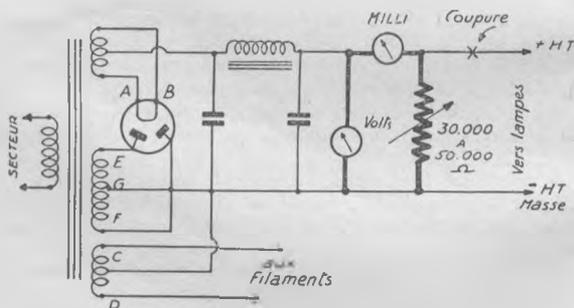

Fig. 6. — Mesures de l'alimentation.
b) L'étape suivante est l'essai des tensions au secondaire du transfo d'alimentation (fig. 6), mais il faut que le voltmètre le permette. Par exemple,
c) Il est bon de vérifier la source de tension anodique, en branchant un voltmètre, un milliampèremètre et une résistance de charge comme l'indique en traits pleins la figure 6. Les lampes sont allumées, mais le + HT est coupé à l'endroit indiqué, avant d'alimenter les lampes : c'est la résistance variable qui absorbera le courant anodique et per- mettra de faire varier la consommation. On observe les irrégularités dans le mouvement des aiguilles, au besoin en traçant la courbe des variations de voltage en fonction des variations d'intensité. Si la tension baisse trop vite quand on augmente le débit (comparer avec les courbes de la valve), il faut vérifier l'état de la valve et des lytiques de filtrage. Une tension correcte avec un courant trop important peut trahir un défaut d'isolement des lytiques : un milliampèremètre inséré dans un des fils qui y aboutissent le révèle, on ne doit pas lire plus d'un demi-milliampère (ici encore, toujours commencer par l'échelle la moins sensible pour ne pas griller le milliampèremètre en cas de court-circuit franc).